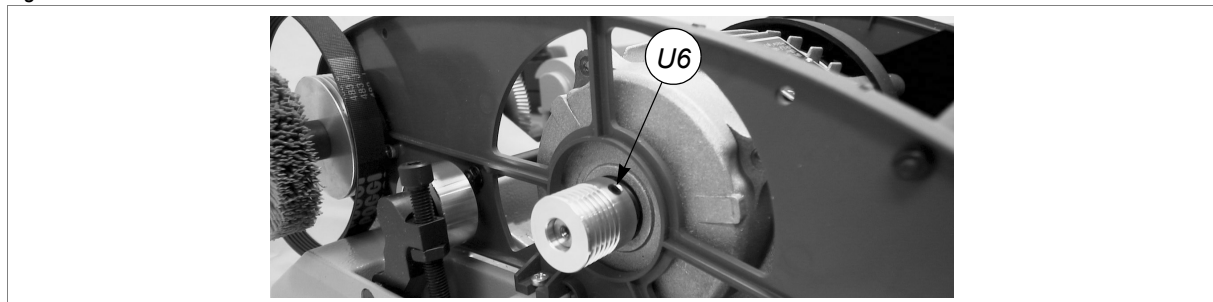

Fig. 37
- 11) Aflojar el tornillo sin cabeza (U6) de la polea motor (fig.37). Quitar la polea y aplicarla al nuevo motor. Bloquearla apretando el tornillo sin cabeza (U6).